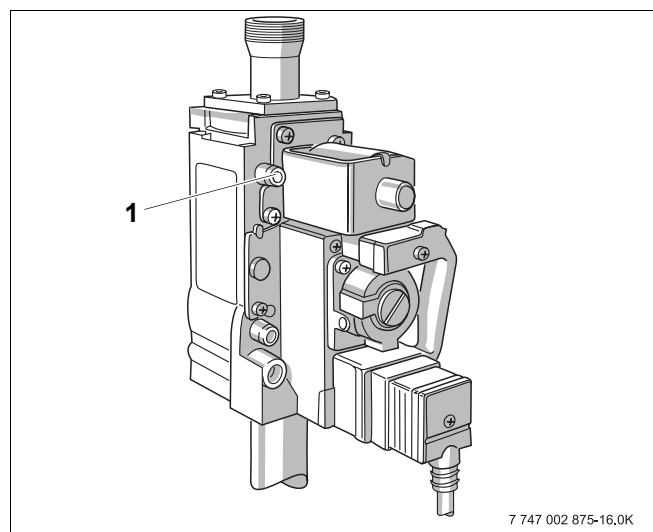

Рис. 31 Газовая арматура Honeywell VR 4605
- Отверните на два оборота запорный винт контрольного ниппеля (рис. 31, поз. 1), предназначенный для измерения подаваемого давления и выпуска воздуха.
- Наденьте измерительный шланг U-образного манометра на контрольный ниппель (рис. 31, поз. 1).
- Заверните запорный винт контрольного ниппеля (рис. 31, поз. 1).